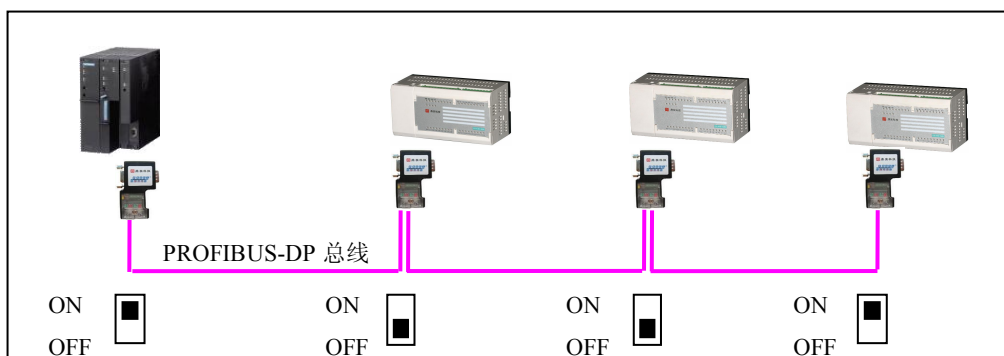

图 4-5 标准 PROFIBUS 9 针 D 形插头终端电阻的设置
3. 如果PROFIBUS插头位于DP总线段的起点或终点，则必须连接终端电阻（开关位置“ON”）。见下图4-5。